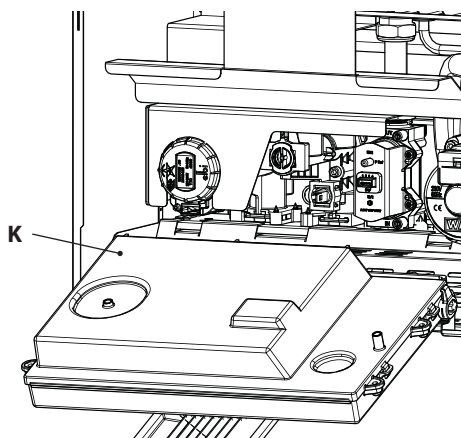

Рисунок 5.6
- Найдите крышку К клеммной колодки К (Рисунок 5.6), отвинтите винты и откройте ее.